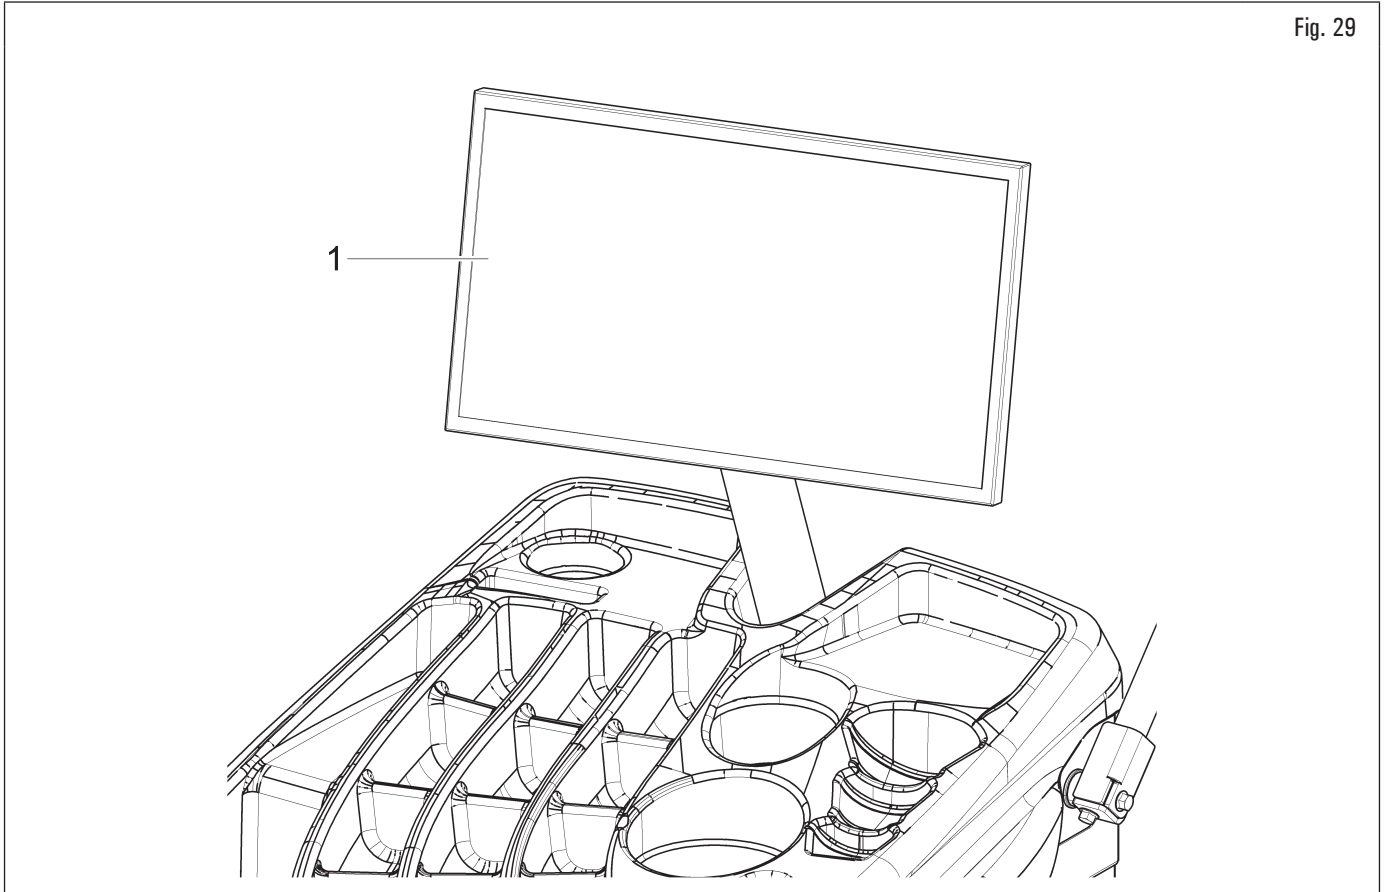

Fig. 29
Las equilibradoras están equipadas con un panel de control táctil (Fig. 29 ref. 1).